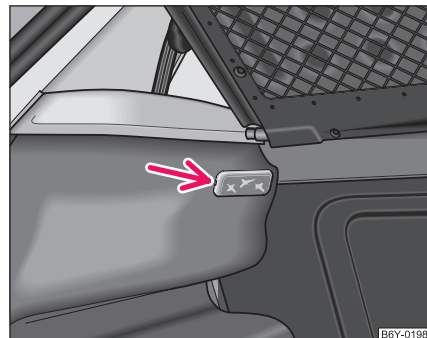

Fig. 167 Demontarea lămpii din portbagaj
- Introduceți șurubelnița în locașul lateral al lămpii ⇒ Fig. 167. Scoateți cu atenție lampa.